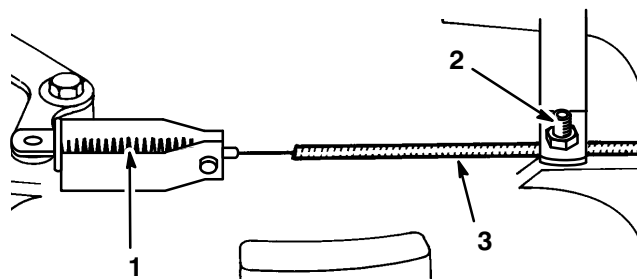

Abbildung 29
2. Die Kabelklemmschraube lösen, bis der Bremskabelschlauch rutscht (Abb. 29). Am Kabel ziehen, um Durchhang zu beseitigen, aber nicht die Feder unter Spannung setzen. Die Schraube anziehen, um die Einstellung zu sichern.